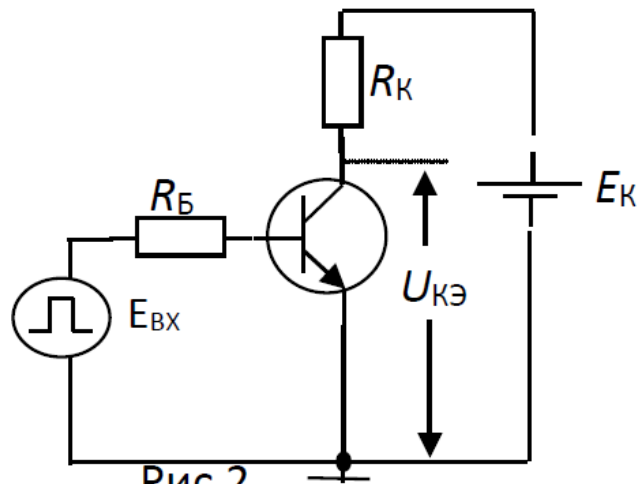

Рис.2
2. В схеме рис.2 $E_k=10 \text{ В}$; $R_k=10 \text{ Ом}$; $R_b=200 \text{ Ом}$; $\beta=50$.